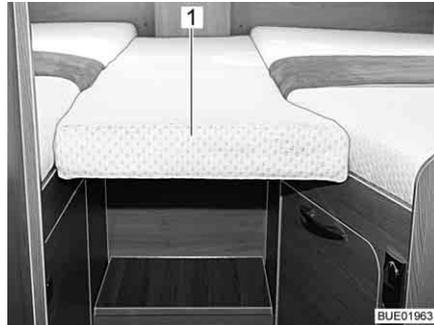
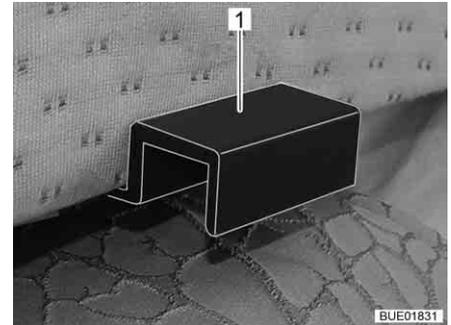

Bild 156 Zusatzpolster
Bild 157 Halterung Zusatzpolster
- Das Zusatzpolster (Bild 156,1) mit den Halterungen (Bild 157,1) so in die Blenden der Einzelbetten einhängen, dass eine geschlossene Liegefläche entsteht.